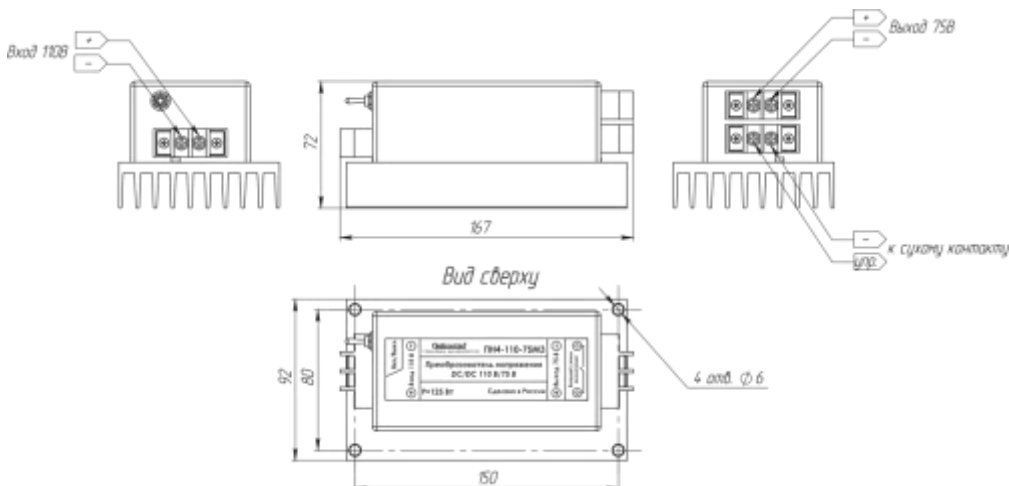

Рис. 1 Внешний вид прибора
4.3. Преобразователь имеет тумблер включения/выключения на торцевой поверхности корпуса и разъем «Внешний сигнал выключения» (для подключения внешнего сухого контакта), см. Рис. 1. Управление преобразователем осуществляется согласно таблице 2.